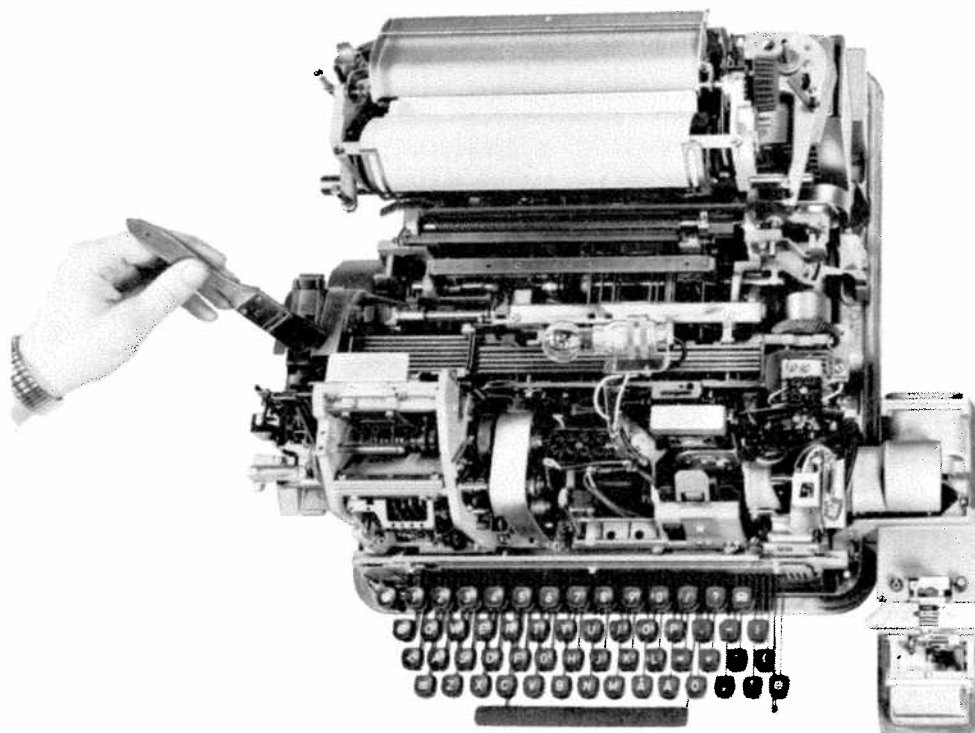

Bild 25
- 3.3.1.10 Borsta ren fjärrskrivmaskinen från pappersavfall och damm med en moddlare, bild 25.